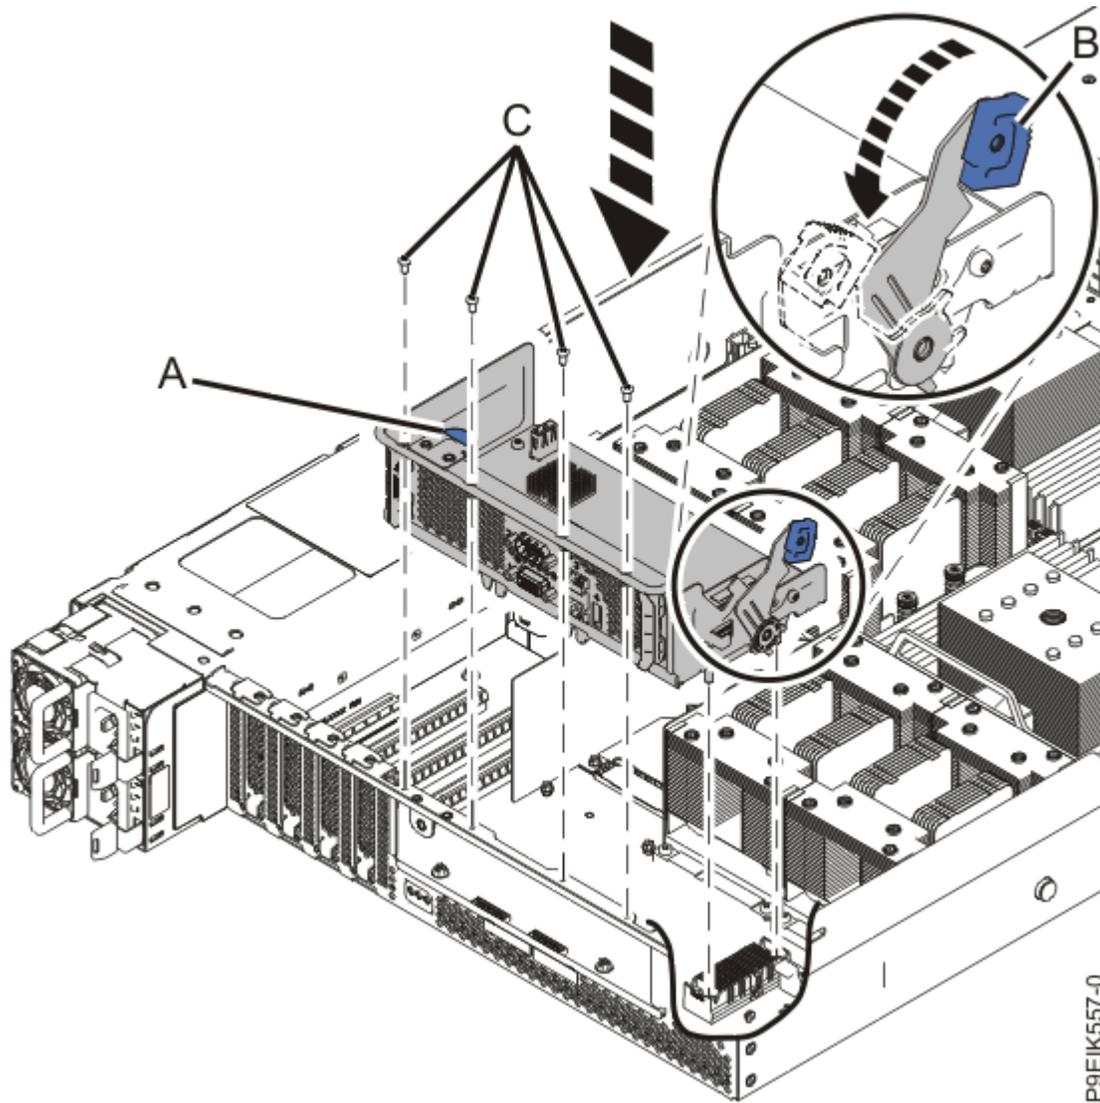

Figure 3. Remplacement de la carte BMC
4. En utilisant la languette bleue **(A)** et la poignée **(B)** comme indiqué dans la Figure 3, à la page 6, appuyez sur la carte BMC pour l'insérer dans son connecteur sur le fond de panier système.